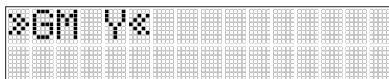

Bild 18 GradeMatch undermeny
- 6.) Tryck och släpp E-knappen (j) för att gå in i undermenyn GradeMatch; bekräfta Y-axeln genom att trycka på E-knappen (j) igen för att starta GradeMatch-funktionen (se bild 18).